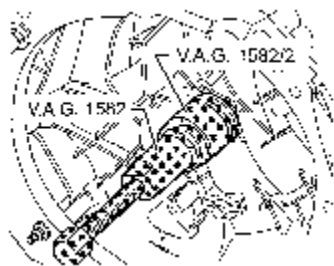

图 9-43 拆卸主动轴球轴承
(3) 从变速箱壳中拉出主动轴的球轴承，如图 9-43 所示。